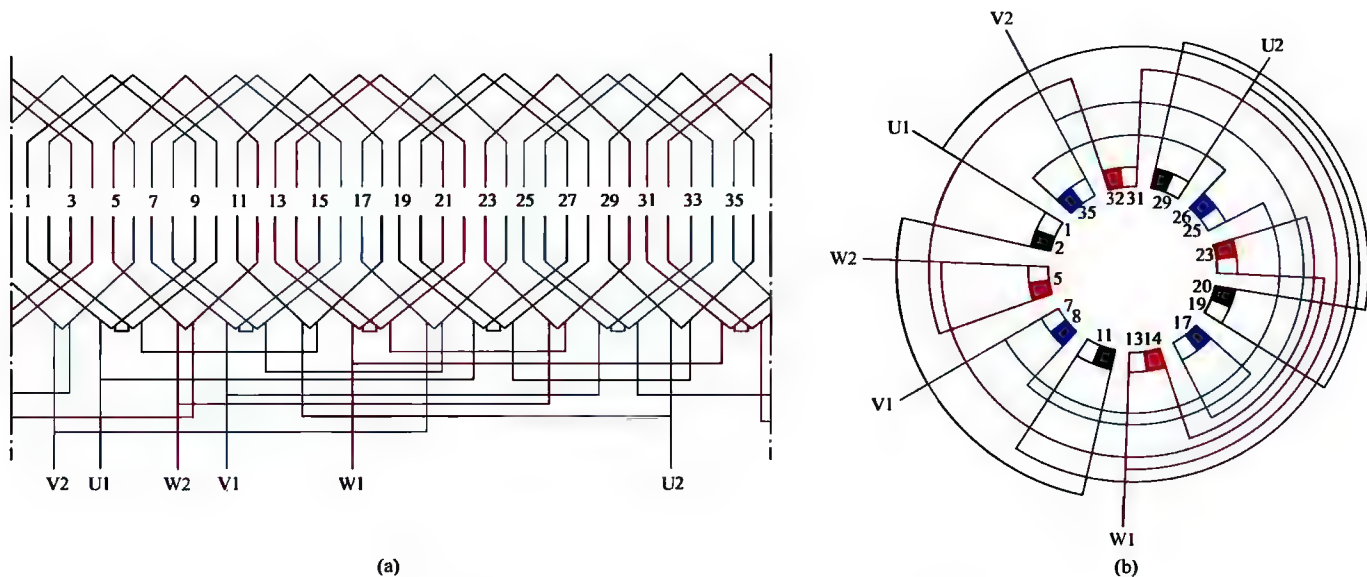

图 1-31 三相 4 极 36 槽单层交叉绕组 2 路接法
31. 三相 4 极 36 槽单层交叉绕组 2 路接法展开图与接线圆图 (见图 1-31)